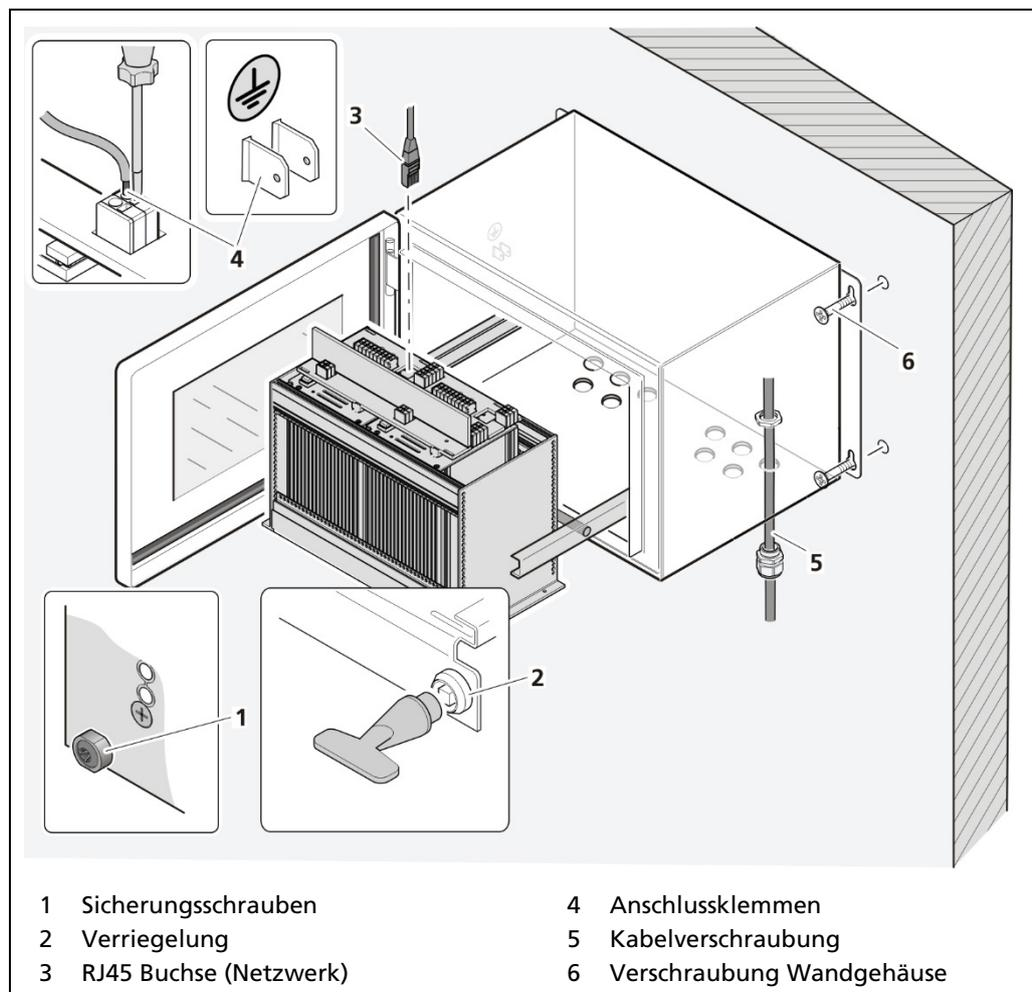

Abb. 149 Außerbetriebnahme Wandgehäuse
1. Stellen Sie sicher dass die Sicherungsschrauben (Abb. 149, Pos.1) aller Module angezogen sind, um ein Herausgleiten zu verhindern.
2. Lösen Sie die Verriegelung (Abb. 149, Pos.2) mit dem mitgelieferten Vierkantschlüssel und ziehen Sie den Baugruppenträger heraus.
5. Entfernen Sie den Netzwerkstecker (Abb. 149, Pos.3).
6. Entfernen Sie alle Leitungen von der Anschlussplatine (Abb. 149, Pos.4).
7. Lösen Sie die Kabelverschraubungen (Abb. 149, Pos.5) an der Unterseite des Wandgehäuses und ziehen Sie alle Kabel aus dem Wandgehäuse.
9. Lösen Sie die Verschraubung (Abb. 149, Pos.6) und entfernen Sie das Wandgehäuse.